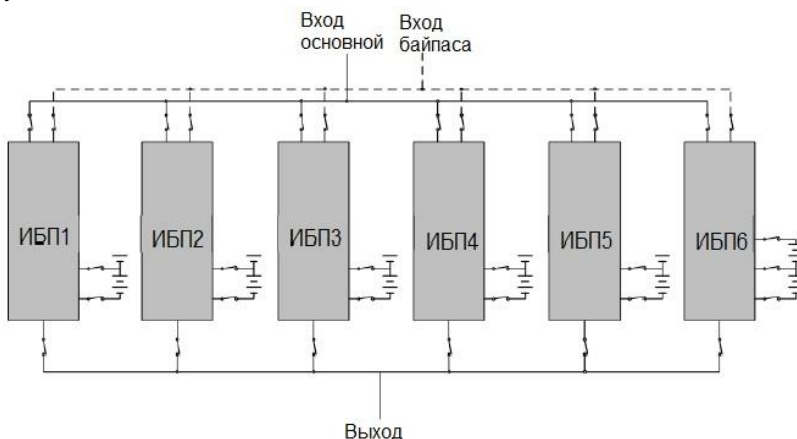
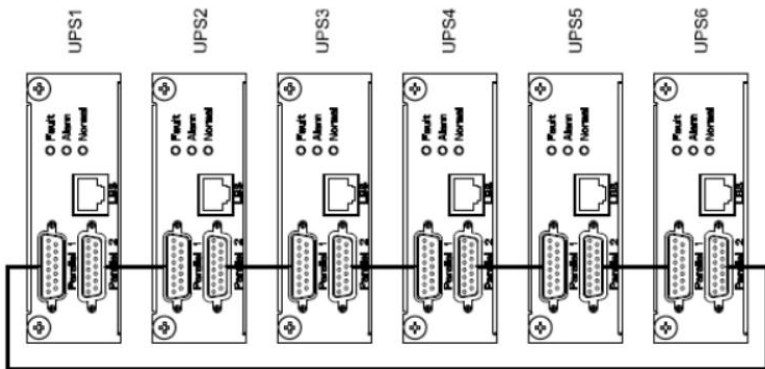

Рисунок 7 — Пример схемы подключения четырех изделий в систему параллельного резервирования с выходным распределительным шкафом.
Рисунок 8 — Схема соединения изделий в «кольцо» через параллельные порты
**Изделие имеет встроенный параллельный контроллер и может работать в системе бесперебойного питания с параллельным резервированием (см. рисунок 7 и рисунок 8). Целью такой системы является либо повышение надежности (резервирование), либо увеличение общей выходной мощности (масштабирование).**
- отключите входное сетевое питания каждого изделия, убедитесь в том, что все внешние выключатели разомкнуты (см. рисунок 7);